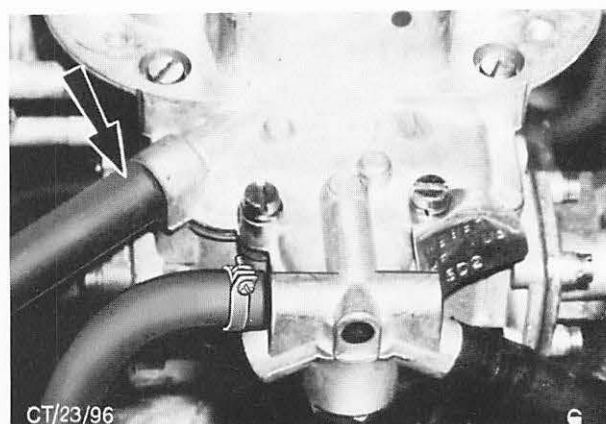

Abb. 61 Gemischzufuhrschlauch zum Verzögerungsventil
8. Gemischzufuhrschlauch zum Verzögerungsventil vom Vergaser abschließen. Abb. 61.
9. Muttern (4) entfernen und Vergaser kompl. samt Dichtung abheben.